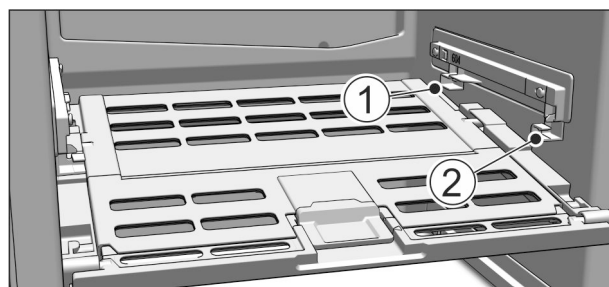

Fig. 50
- ▶ Deckel Fruit & Vegetable-Safe einsetzen: Deckelstege von unten in die hintere Halterung *Fig. 50 (1)* einführen und vorne in die Halterung *Fig. 50 (2)* einrasten.